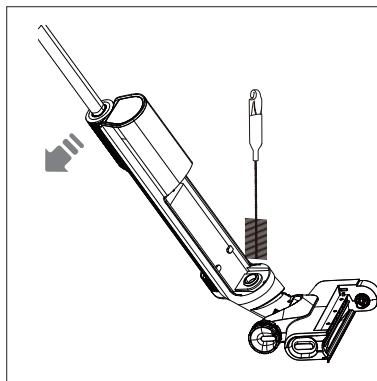

Fig. 19 – Limpieza del tubo
- Limpie el tuno de agua sucia hasta el pie de limpieza con el cepillo de limpieza suministrado (véase Fig. 19).